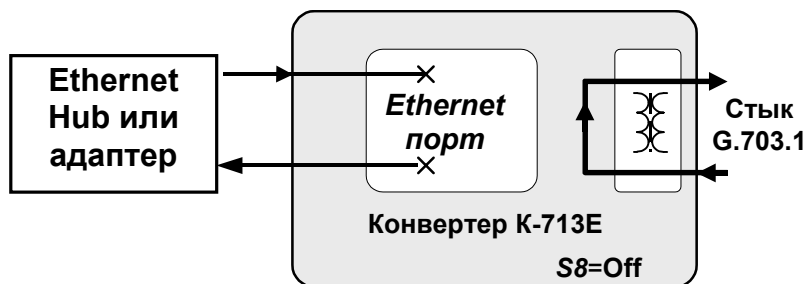

Рис. 9. Проверка *Цифровой шлейф (DL)*
5.2.2 *Цифровой шлейф (DL)*
Проверка *Цифровой шлейф (Digital Loopback)* устанавливает заворот данных (шлейф) на ЛОКАЛЬНОМ конвертере в сторону УДАЛЕННОГО конвертера. Этот режим обеспечивает, в частности, возможность проверки канала передачи данных, в котором конвертер К-713Е используется только с одной стороны. Рис. 9 иллюстрирует принцип проверки *Цифровой шлейф (DL)*.